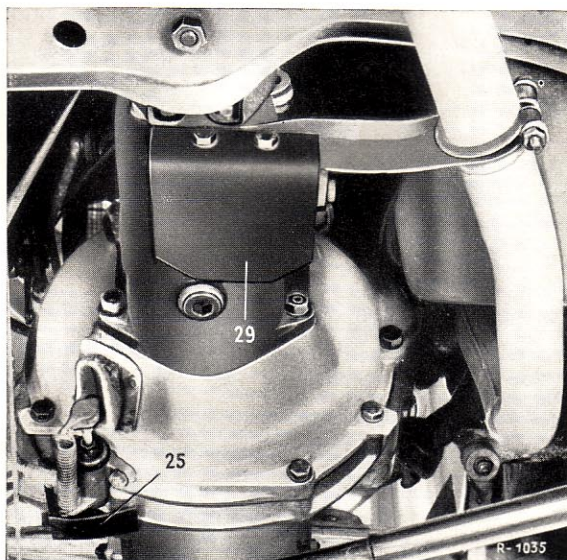

Bild 52-1/10
11. Schutzblech (29) mit den beiden Sechskantschrauben des Auspuffrohr-Halters befestigen (Bild 52-1/10). Entfällt bei den Typen ab August 1965.